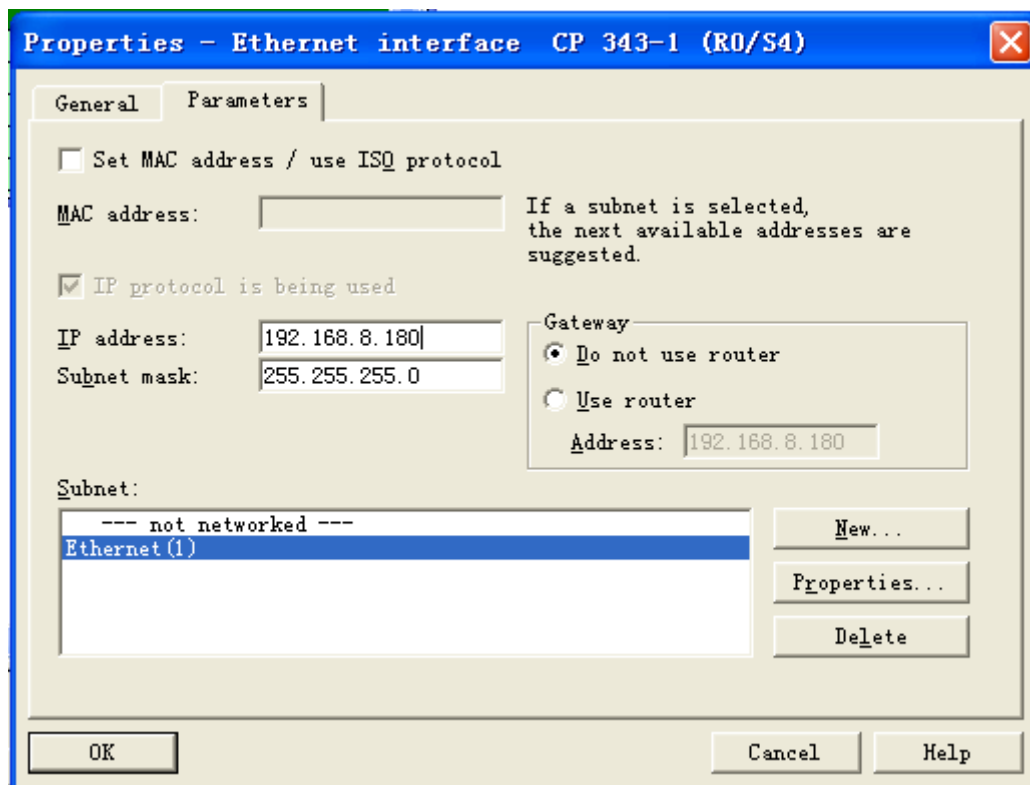

图 1.1.10
(10)、IP 等配置完成后，结果如图 1.1.10 所示。